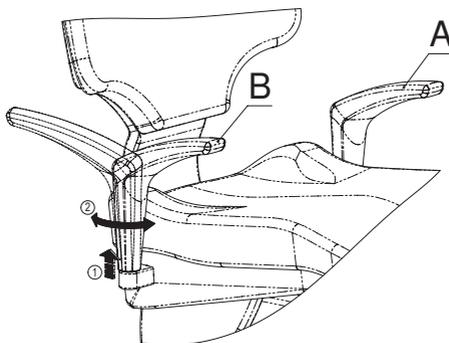

Fig. 19
Pour faire tourner l'accoudoir (B), il faut le tirer vers le haut (en le maintenant dans son logement) jusqu'à ce que le mécanisme giratoire se débloque et permette sa rotation jusqu'à atteindre sa limite maximale (fin de course), où il se bloquera à nouveau. Pour remettre l'accoudoir à sa position d'origine, il suffit de le soulever à nouveau et de le repousser vers l'intérieur, jusqu'à ce qu'il se bloque automatiquement (Fig. 19).